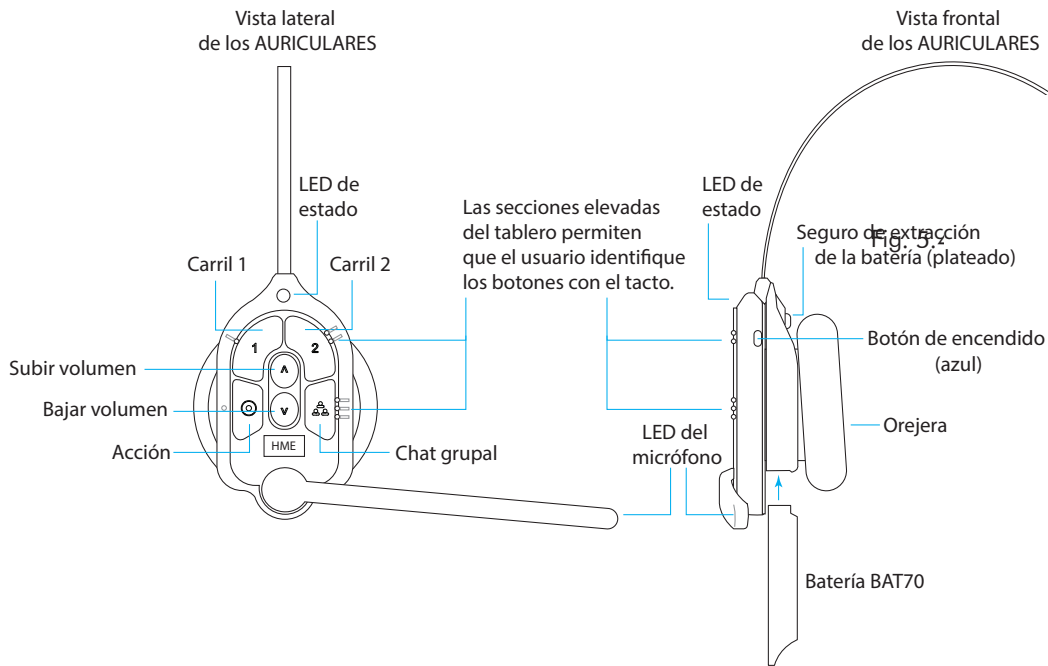

Fig. 6.1
Los auriculares AIO HS7000 (fig. 6.1) son auriculares todo en uno que se utilizan para comunicarse con los compañeros de trabajo y los clientes en un entorno de carril de servicio en el automóvil. Utilizan una batería de iones de litio BAT70. Con un uso normal, los auriculares funcionarán durante aproximadamente ocho horas con una sola carga de batería (batería nueva) y le avisarán cuando la carga de la batería sea baja. El auricular Omni (no se muestra) utiliza un teclado independiente, pero la funcionalidad es idéntica a la del AIO.
- Con una batería BAT70 totalmente cargada. Oprima el botón azul de encendido para encender los auriculares (ver la fig. 6.1). El LED de estado se enciende en verde y parpadea, alternando entre el verde y el rojo, lo que indica que ahora debe emparejar los auriculares.